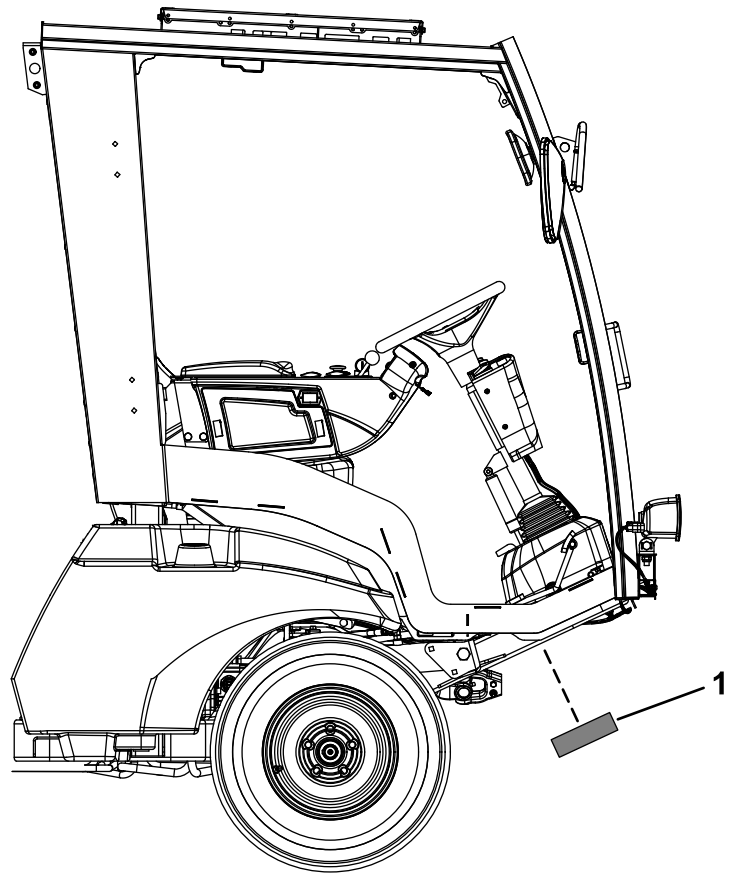

**Figuur 43**
3. Veeg de onderkant van het frame en het plaatje met serienummer schoon met een alcoholdoekje (Figuur 43).